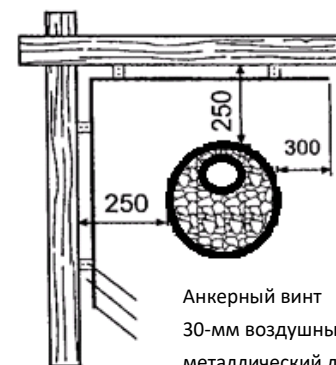

Рис. 2
2. Безопасное расстояние, указанное в пункте 1, может быть уменьшено до минимума - 250 мм, при условии применения одинарного легкого защитного элемента. Таковой может быть сделан путем прикрепления к стене или волокнисто-усиленного негорючего цементного листа толщиной как минимум в 7 мм, или металлического листа толщиной не менее 1 мм. Между защитным листом и деревянной поверхностью необходимо оставить воздушный зазор размером не менее 30 мм. В качестве промежуточных держателей можно использовать, например, трубные втулки. (Рис. 2)